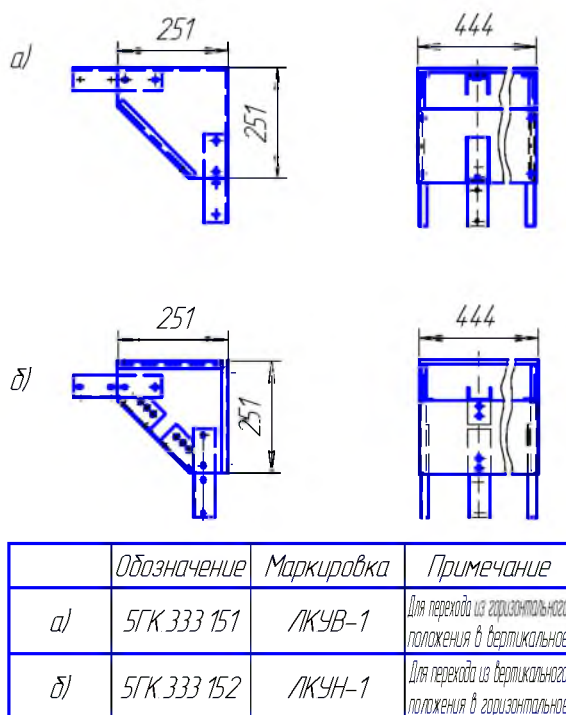

Рисунок 4 – Лотки для перехода из горизонтального положения в вертикальное
6.8.1.3 Лотки для перехода из горизонтального положения в вертикальное (рисунок 4)